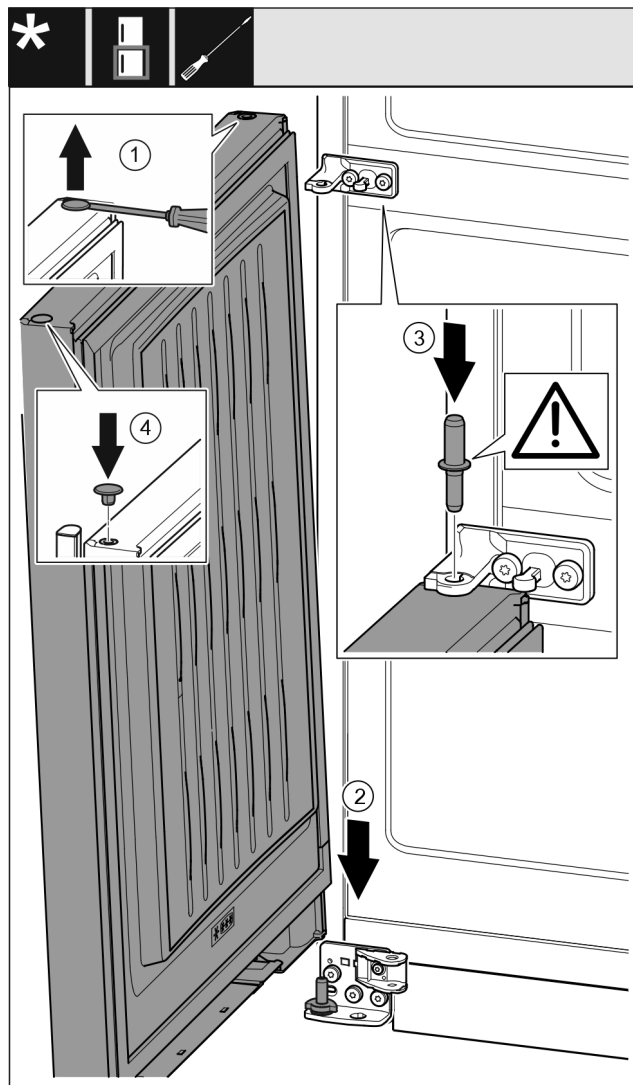

Fig. 39
- Stopfen vorsichtig mit einem Schlitzschraubendreher anheben und herausziehen. Fig. 39 (1)
- Tür von oben auf den unteren Lagerbolzen aufsetzen. Fig. 39 (2)
- Lagerbolzen Mitte durch Lagerbock Mitte in die untere Tür einsetzen. Dabei darauf achten, dass der Rastnocken nach hinten zeigt. Fig. 39 (3)
- Stopfen auf der anderen Türseite wieder einsetzen. Fig. 39 (4)